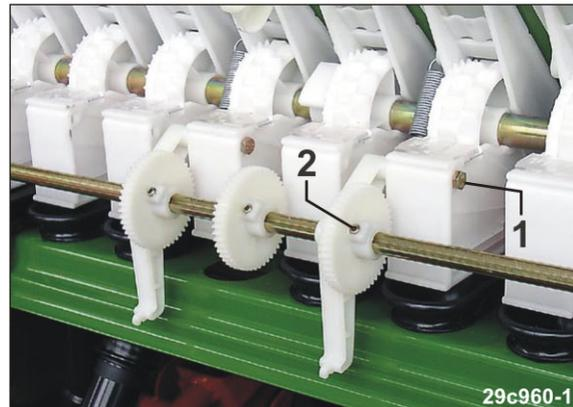

Fig. 226
4. Schrauben (Fig. 226/1) entfernen.
5. Innensechskantschrauben (Fig. 226/2) lösen.